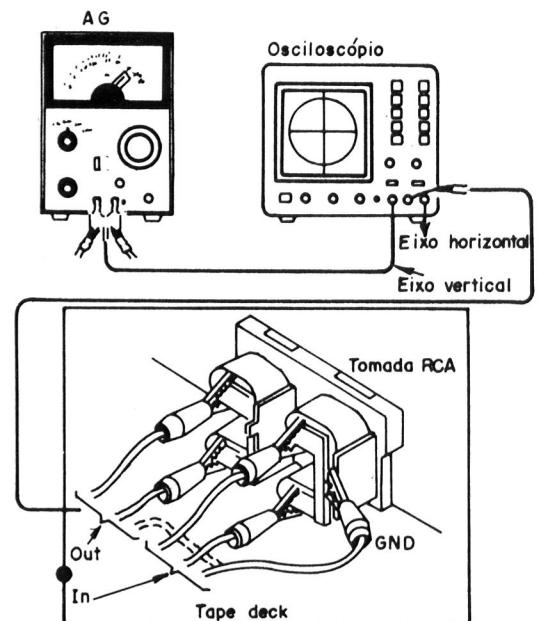

FIGURA 13
c) Injetar o sinal do gerador de áudio em 3000 Hz no eixo vertical (**figura 13**).